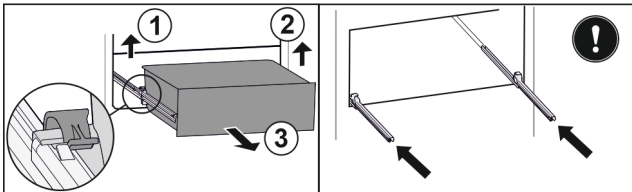

Fig. 38
- ▶ Linke Klemme anheben und gleichzeitig Schubfach links nach vorne ziehen. Fig. 38 (1)
- ▶ Rechte Klemme anheben und gleichzeitig Schubfach rechts nach vorne ziehen. Fig. 38 (2)
- ▶ Schubfach nach vorne entnehmen. Fig. 38 (3)